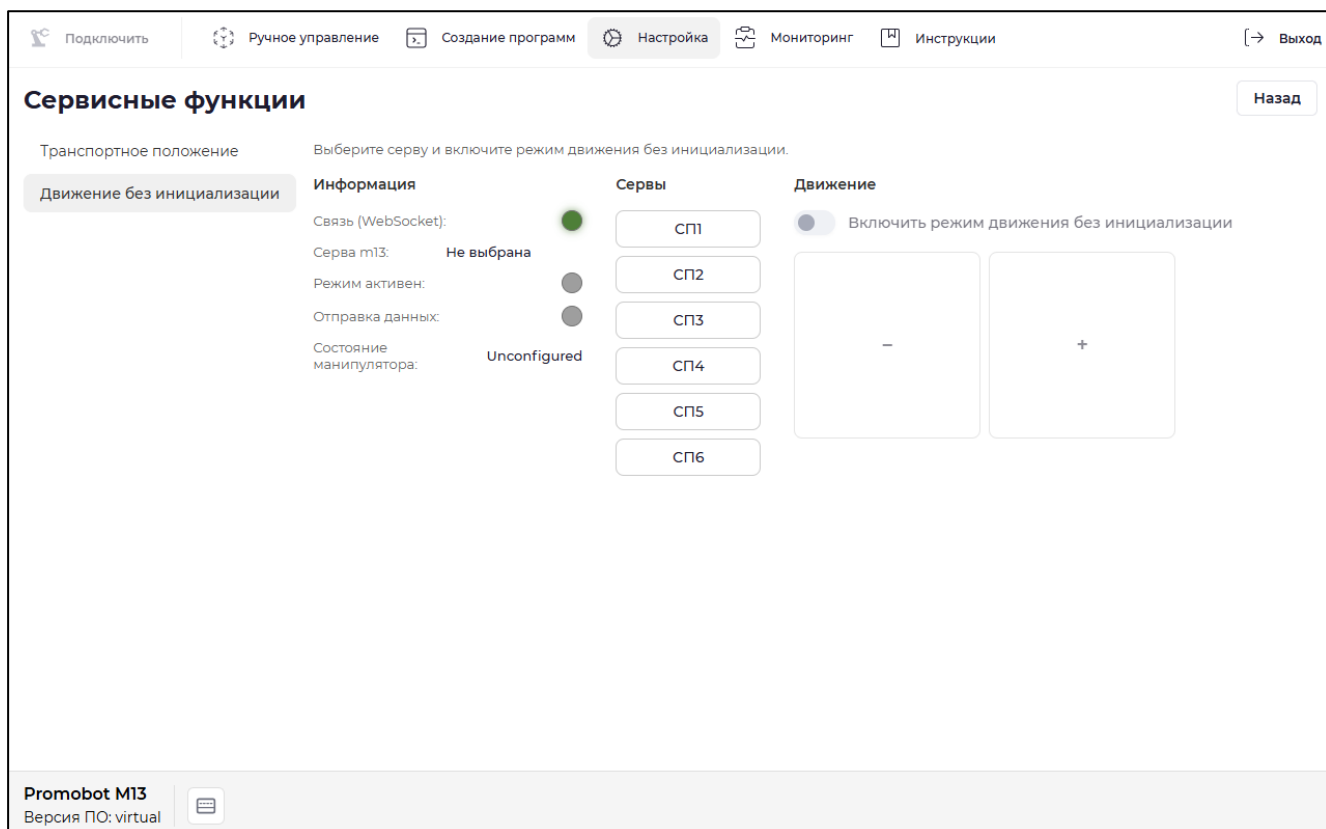

Рисунок II-62 – Подраздел «Движение без инициализации»
- г) выберите подраздел «Движение без инициализации», отобразится интерфейс управления движением без инициализации (см. Рисунок II-62);